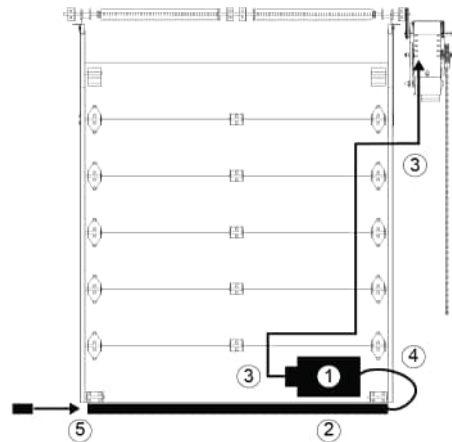

Figura 20 - Borde de detección
1. Colocar el interruptor de aire en posición, consultar la Figura 20.
1. Colocar la caja de conexiones en posición, consultar la Figura 20.